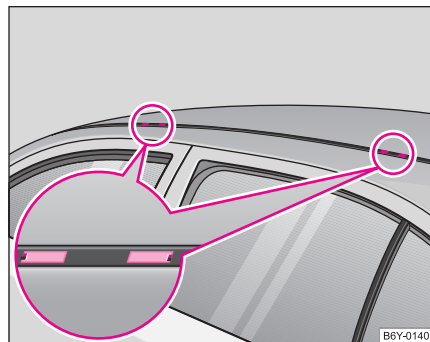

Fig. 66 Puntos de fijación para soportes básicos
- Retirar los capuchones de plástico ⇒ fig. 66 con cuidado mediante un destornillador delgado; al hacerlo, no dañar la pintura.